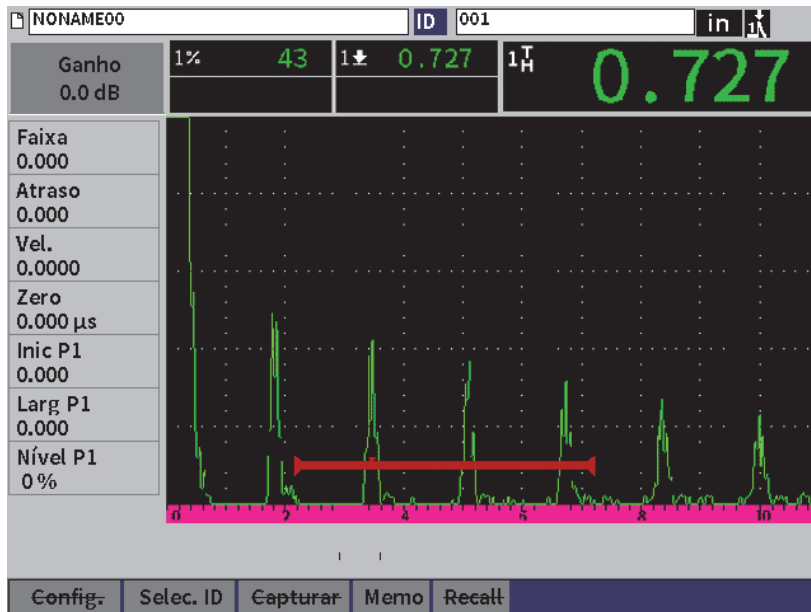

Figura 9-6 Arquivo de forma de onda salvo
Depois de salvar os dados no arquivo, pode-se visualizar as configurações salvas e os dados de forma de onda. A forma de onda e os parâmetros da configuração básica são exibidos na tela (veja Figura 9-6 na página 133), em seguida, termine a configuração em uma outra tela (veja Figura 9-7 na página 134).
3. Pressione a tecla Enter para visualizar a forma de onda salva e os dados da configuração básica (veja Figura 9-6 na página 133).